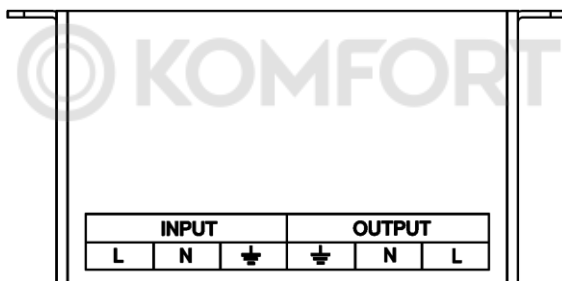

Рисунок 5 – Маркировка защитного кожуха
- подключение кабелей к клеммному блоку следует выполнять в соответствии с маркировкой, нанесенной на стенку кожуха (см. рисунок 5), все провода, для подключения к клеммному блоку изделия должны быть оконцованы кабельными наконечниками, комплект кабельных наконечников входит в комплект поставки;